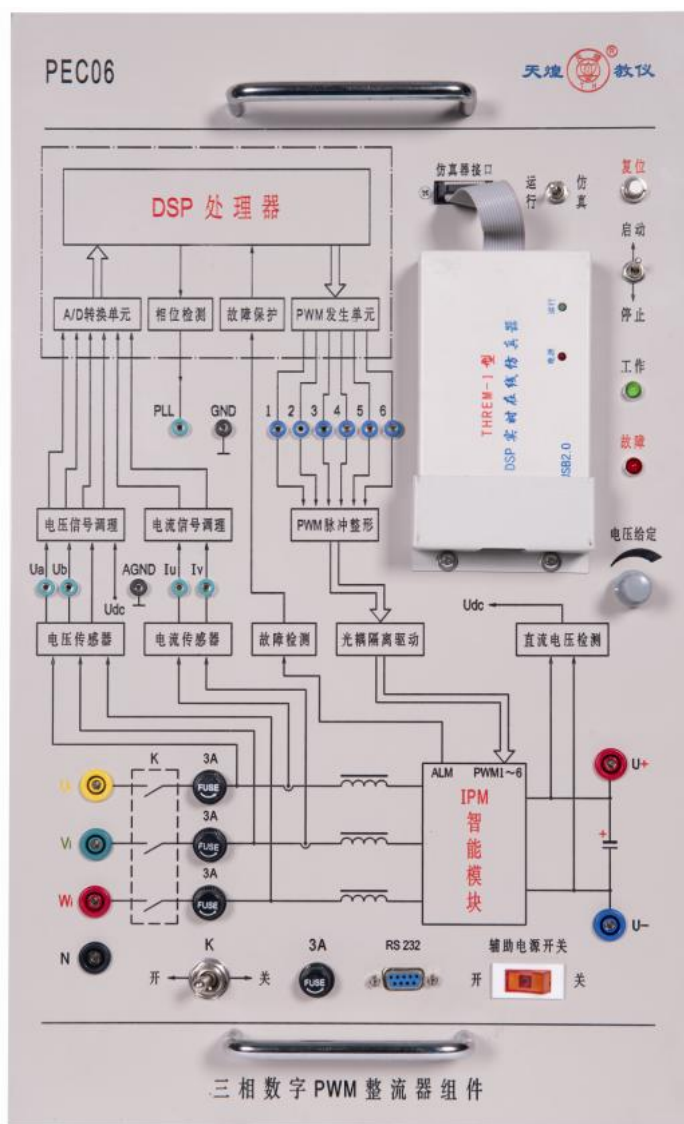
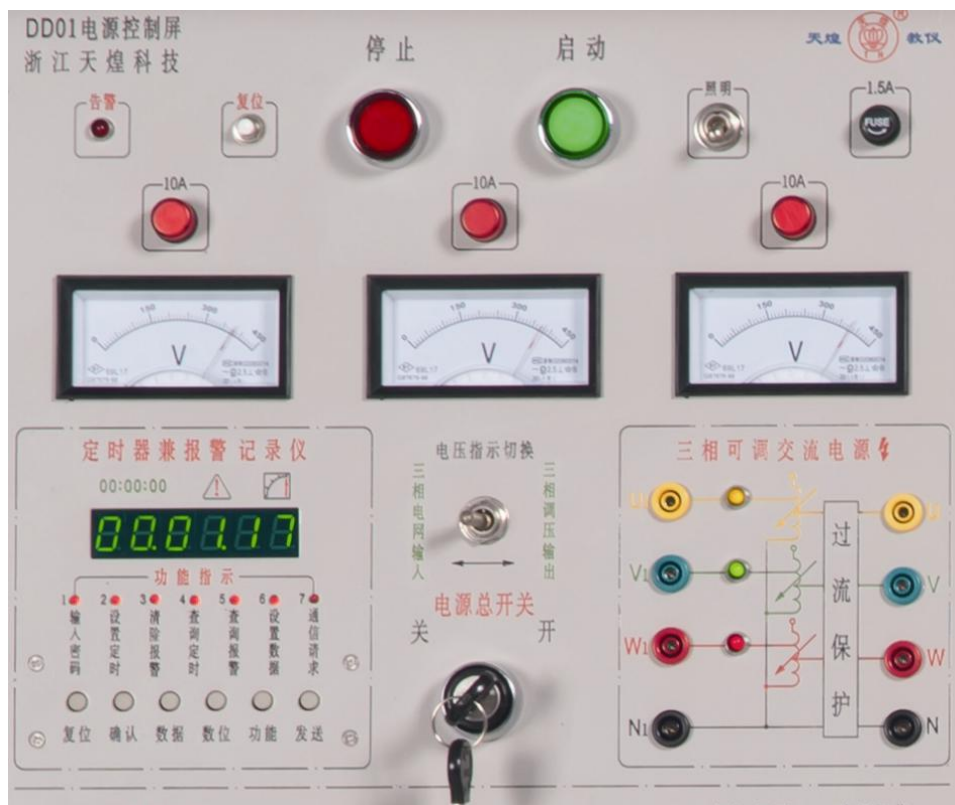

图1 三相数字 PWM 整流器组件
图2 控制屏面板
① 将PEC06, D41型挂件依次挂到控制屏上,将PEC06型挂件上的【辅助电源开关】、功率电源开关【K】均打到“关”状态。
② 将PEC06型三相数字PWM整流器组件面板上的“运行/仿真”【小钮子开关】打到“运行”,将“启动/停止”【小钮子开关】打到“停止”,将电压给定【电位器】逆时针旋转到最小,其中PEC06型挂件见图1。
③ 用四号强电导线分别连接控制屏面板(见图2)上的【三相调压器输出【U】、【V】、【W】和【N】到PEC06型三相数字PWM整流器组件面板上的【 U_i 】、【 V_i 】、【 W_i 】和【N】。
参考图2，打开控制屏面板上的【电源总开关】，此时【停止】指示灯亮；参考图1，依次打开PEC06型挂件上的【辅助电源开关】、功率电源开关【K】；按下控制屏面板上的【启动】按钮，【启动】指示灯亮，三相隔离变压器得电。
参考图2，打开控制屏面板上的【电源总开关】，此时【停止】指示灯亮；按下控制屏面板上的【启动】按钮，【启动】指示灯亮，三相隔离变压器得电；依次将PEC07组件上的【电源开关】打到“开”状态，【励磁电源】开关打到“开”状态。